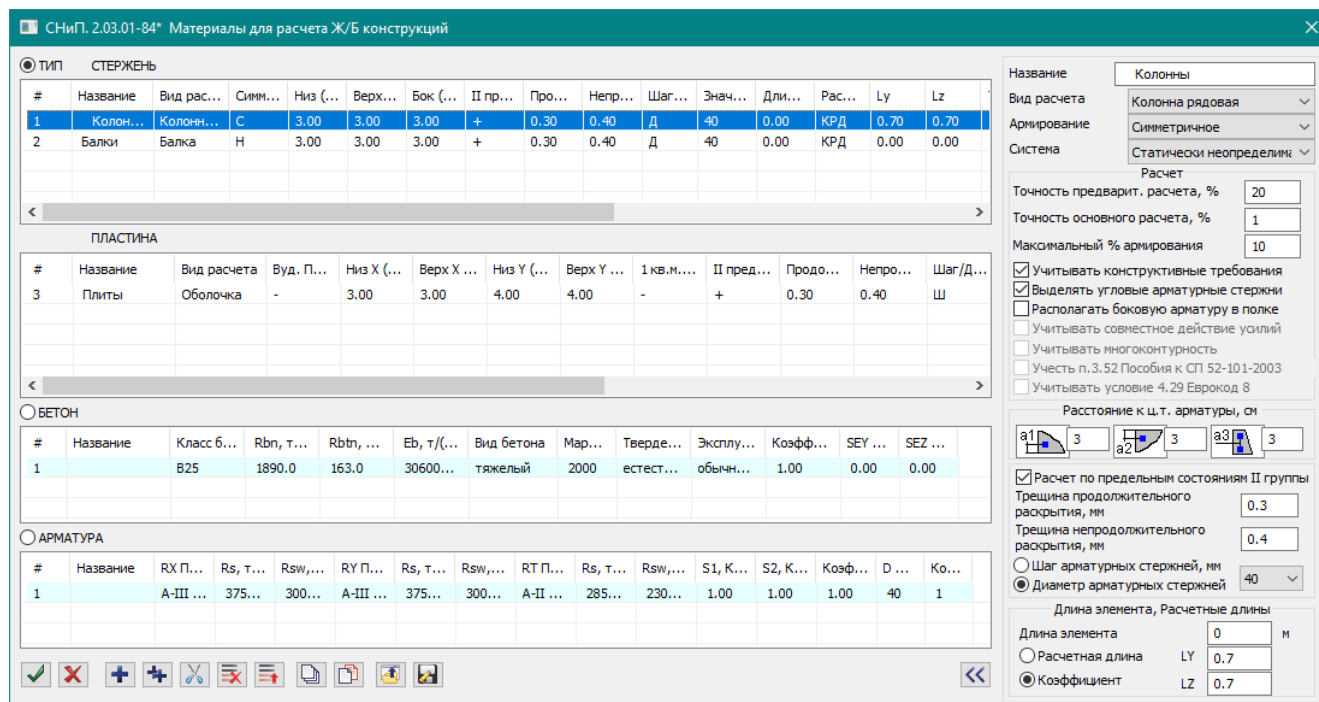

Рис.18.8. Диалоговое окно **Материалы для расчета Ж/Б конструкций**
- На экран выводится диалоговое окно **Материалы для расчета Ж/Б конструкций** (рис.18.8), в котором щелкните по первой строке в списке **ТИП: СТЕРЖЕНЬ** и после этого в правой части окна задайте следующие параметры для колонн: